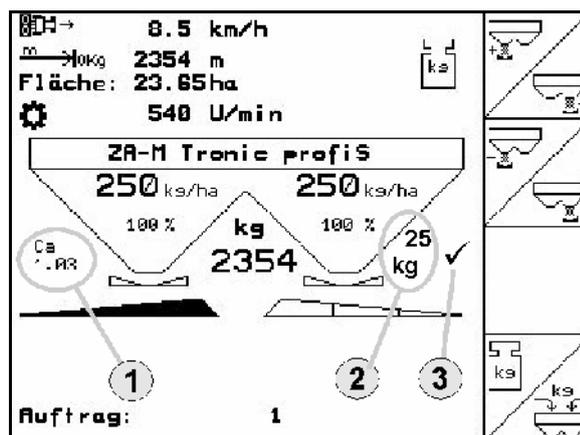

Fig. 26
- La visualización (Fig. 26/1,2,3) desaparece.
- Se continúa la dispersión con el factor de calibrado especificado (Fig. 26/1).